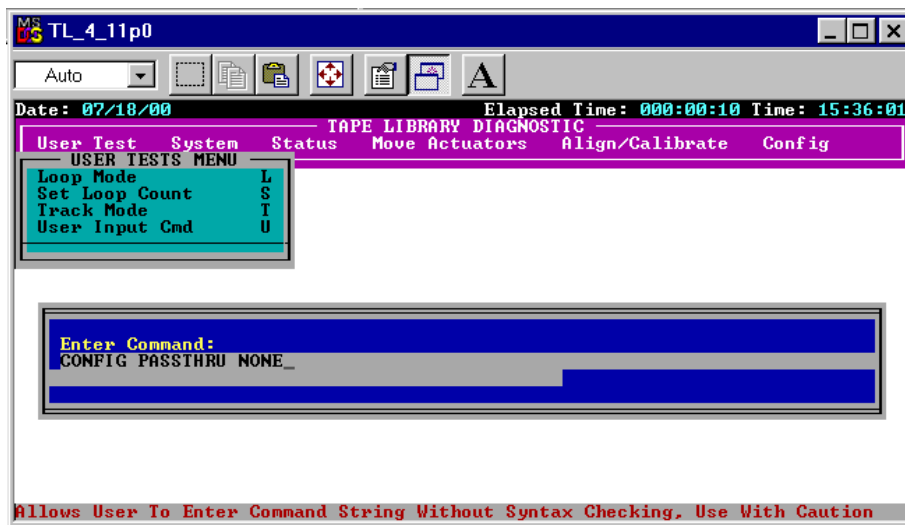

Figura 3-11. Cuadro de diálogo de Línea de Comandos
5. Cuando aparezca un cuadro de diálogo de línea de comandos, (consulte la Figura 3-11) escriba: